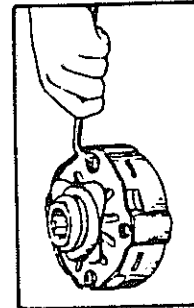

Bild 3
- die 4 Muttern (Schlüsselweite 13 mm) gleichmäßig anziehen, bis die Reibbeläge frei sind (Bild 3)